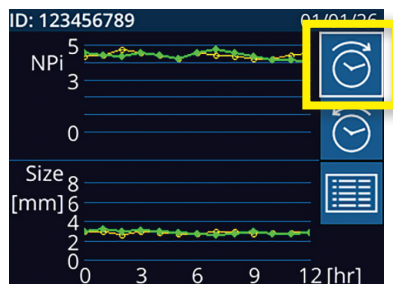
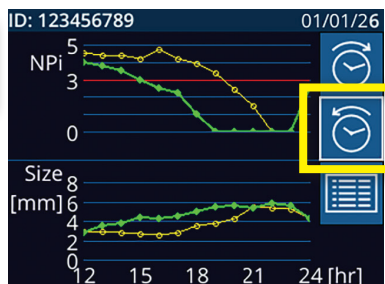
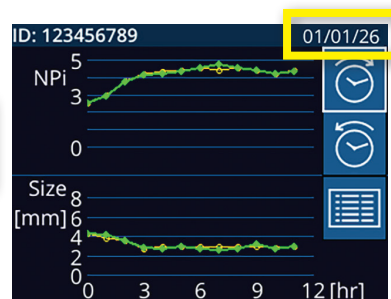

Bild 31
Bild 32
Bild 33
- Följ kurvan framåt och bakåt i tiden genom trycka på ikonerna **framåt**  (bild 31) eller **bakåt**  (bild 32) **klock-**ikoner. Datum för de mätningar som syns på kurvan visas i det övre högra hörnet på trendskärmen (bild 33).